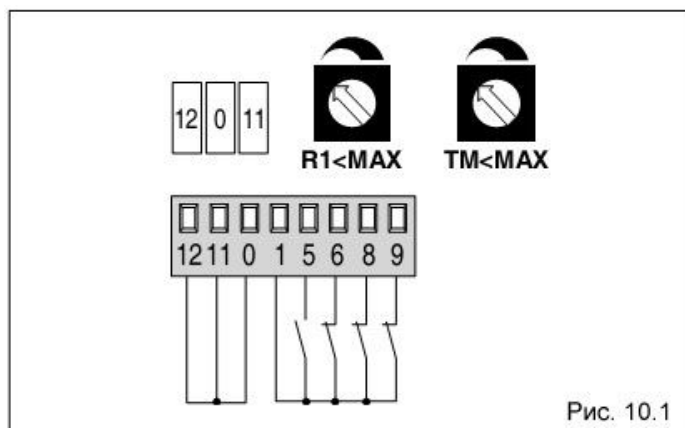

Рис. 10.1
- Створка останавливается у механических упоров и при обнаружении препятствия (Рис. 10.1).